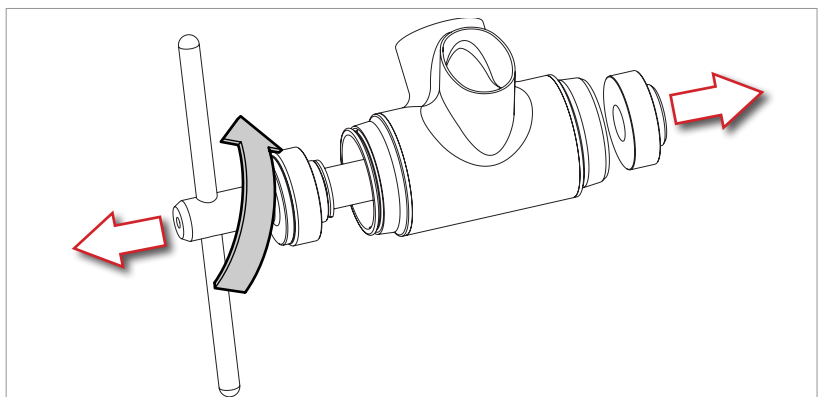

Abb.4
- Den Hebel des Werkzeugs UT-BB240 gegen den Uhrzeigersinn drehen, bis die Führung der linken Lagerschale vollkommen gelöst ist, und dann die Schraube herausziehen (Abb. 4).